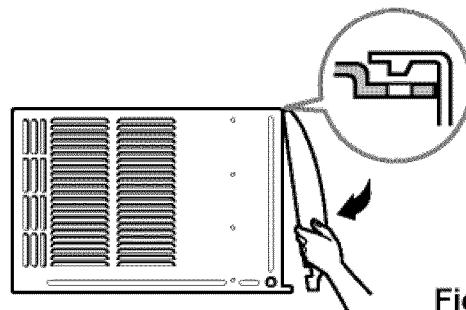

Fig. 10
- 13** Agregue la parrilla frontal al gabinete insertando las pestañas en la parrilla dentro de las pestañas del frente del gabinete. Empuje la parrilla hasta que se fije en el lugar. (ver Fig.10)